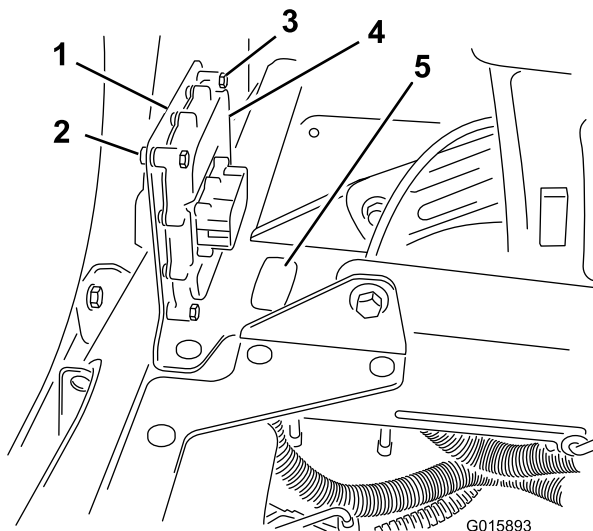

Bild 15
1. **Modell 5800:** Entfernen Sie die Blende (Bild 15).
6. Befestigen Sie die Befestigungshalterung zwischen und hinter den Sitzen mit den vorhandenen Befestigungen am Maschinensitzrahmen (Bild 15).